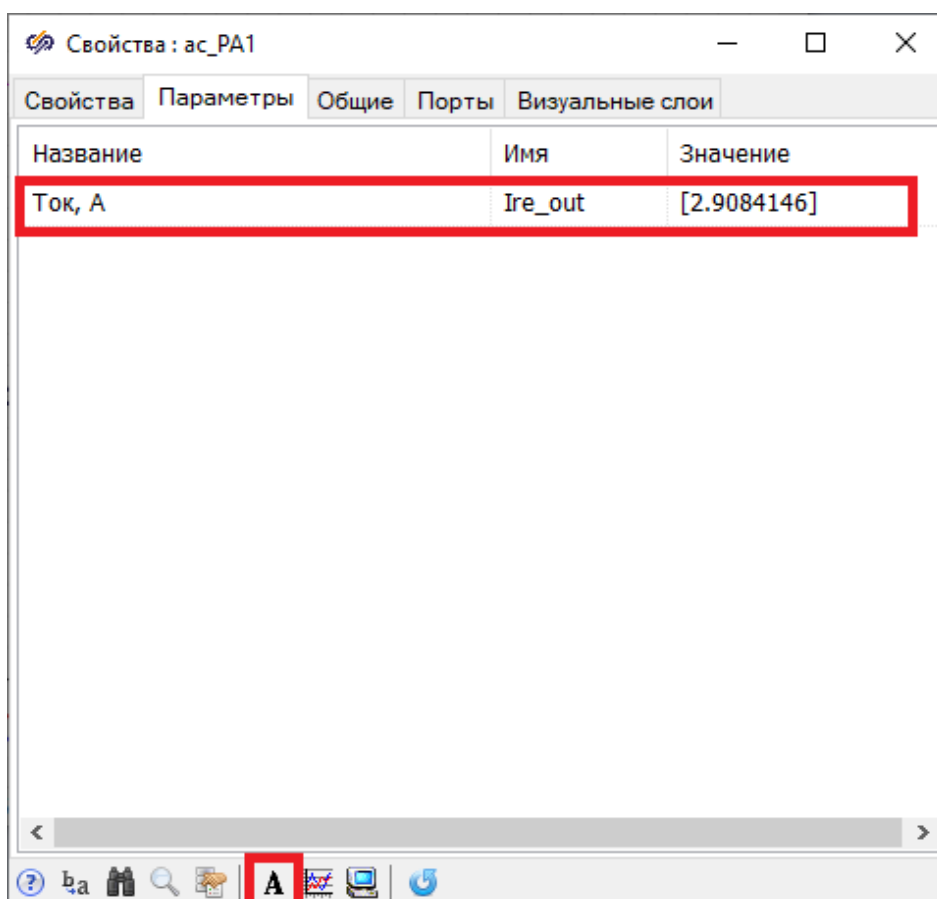

Рисунок 3.8.1. Окно **«Параметры»** для блока **«Амперметр идеальный»** с выбранным параметром Ire и кнопка **«Создать подписи»**.
- 4) На панели кнопок, расположенной в левой части окна, нажмите на кнопку **«Создать подписи»** (Рисунок 3.8.1).